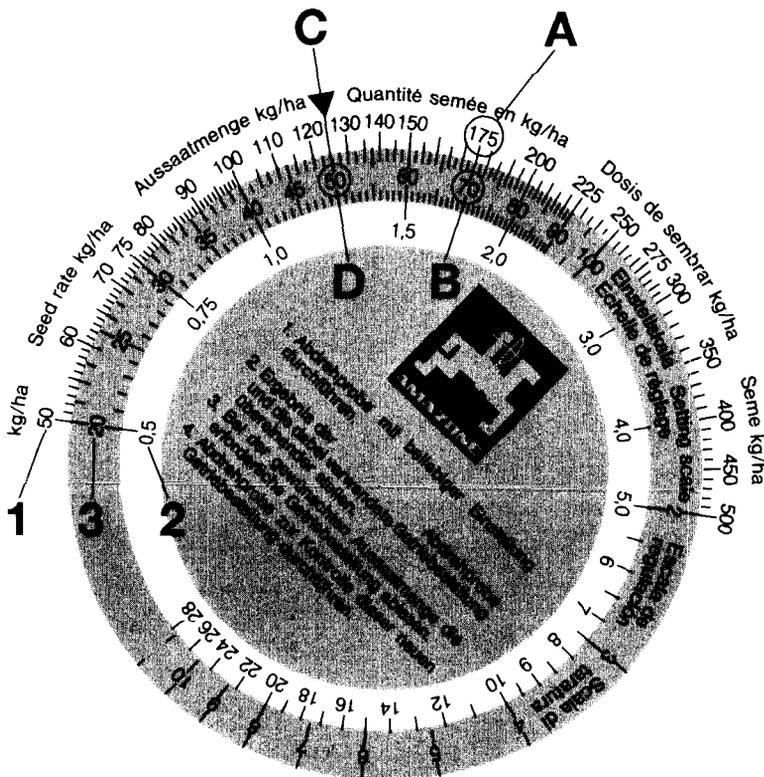

Fig. 1
Por regla general del primer ensayo todavía no resulta la cantidad de semilla deseada. Pero sin embargo con los valores del primer ensayo y con ayuda del disco de cálculo adjunto (Fig. 1), se puede averiguar fácilmente el número correcto de ajuste a tomar en la escala. El disco de cálculo consiste de tres escalas. Una escala exterior de color blanco (Fig. 1/1) para todas las cantidades de siembra superiores a los 30 kg/ha, otra escala blanca interior (Fig. 1/2) para todas las cantidades de semilla inferiores a los 30 kg/ha. Sobre la escala de color del medio (Fig. 1/3) van indicados los números de ajuste a ser tomados en la escala del 1 hasta el 100.
- Hacer coincidir la cantidad de siembra de 175 kg/ha (Fig. 1/A) con el número de ajuste de la escala "70" (Fig. 1/B) sobre el disco de cálculo.
- Deduzca Vd. del disco de cálculo el número de ajuste en la escala para la cantidad de siembra deseada de 125 kg/ha (Fig. 1/C). En nuestro ejemplo, el número de ajuste a tomar en la escala es el "50" (Fig. 1/D).